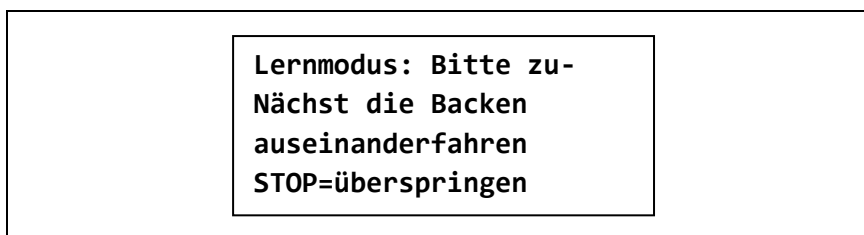

Abbildung 19 LCD-Anzeige zu Beginn des Lernmodus
1. Den rechten Schlüsseltaster kurz (min 0,4 s) betätigen. In der LCD-Anzeige erscheint die Anweisung wie in Abbildung 19 dargestellt. Die linke und rechte Taste „öffnen“ blinken.